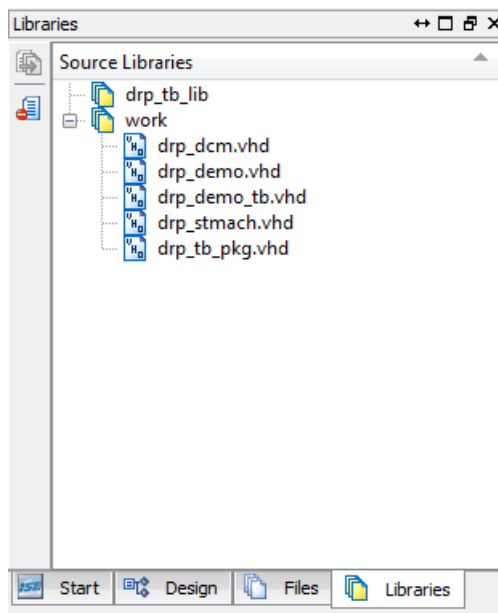

図 2-8 : [Libraries] タブの選択
1. [Sources] パネルで [Libraries] タブをクリックして [Libraries] パネルに表示を切り替えます (図 2-8)。
2. work ライブラリの左横にあるプラス記号をクリックして、階層を展開表示します (図 2-8)。